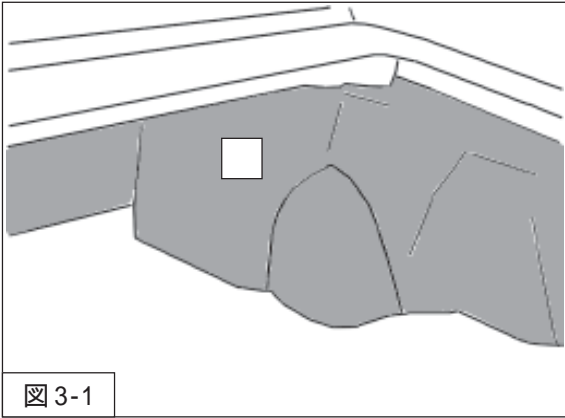

図3-1
1. トランクサイドトリム・トランクエンドトリムを取外してください。(図3-1)